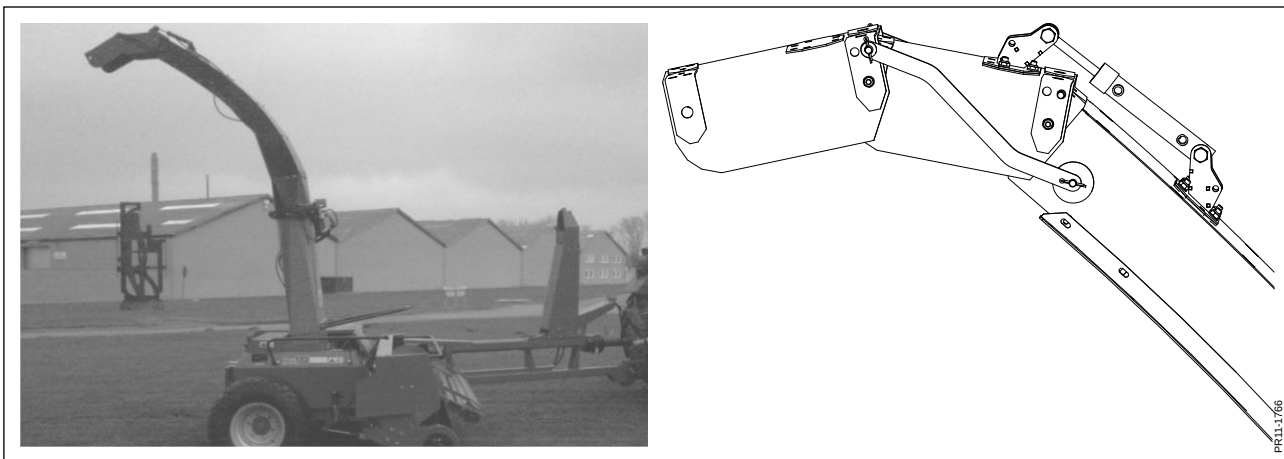

Fig. 4-4
- Fig. 4-4** 1) Vrid utblåsningsröret bakåt. Placera de ställbara munstycksdelarna mitt mellan ändlägena.